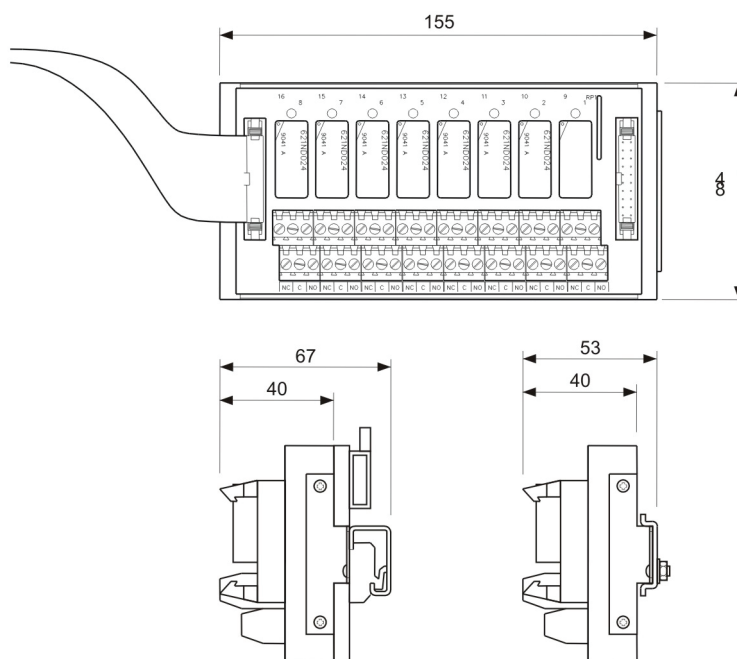

Figure 19 : Montage détaillé du module de relais (mm)
Les Modules de relais sont montés sur un rail DIN TS32 ou TS35 standard dans l'armoire de contrôle. La Figure 19 détaille le montage global.
*C'est un diagramme d'interconnexion électrique seulement. L'apparence physique réelle des terminaux est comme celle représentée sur la Figure 19.*